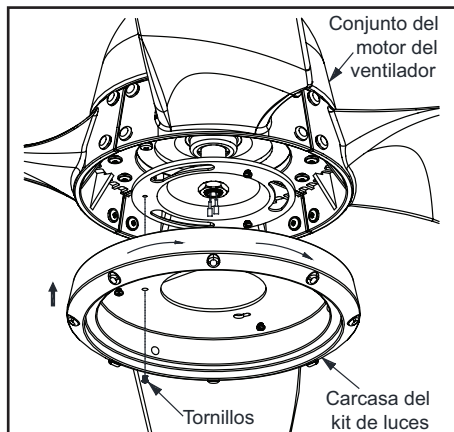

Figura 15
1. Afloja, pero no quites, dos de los tres tornillos de montaje del conjunto motor-ventilador; retira un tornillo de montaje. (Figura 15)
2. Empuja la carcasa del kit de luces hasta el conjunto motor-ventilador de manera que las cabezas de los dos tornillos aflojados encajen en las ranuras tipo ojo de cerradura. Gira la carcasa del kit de luces hacia la derecha y aprieta los tornillos. Vuelve a instalar el tornillo que retiraste en el paso 1 y apriétalo firmemente. (Figura 15)